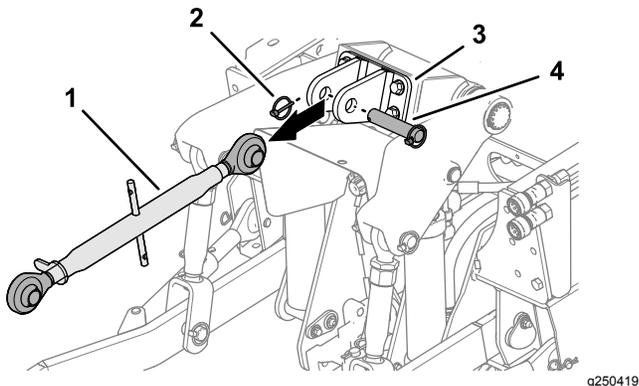

图10
3. 如果已安装请从上连杆支架上卸下保险销、柱销和上 3 点式连杆 图10。